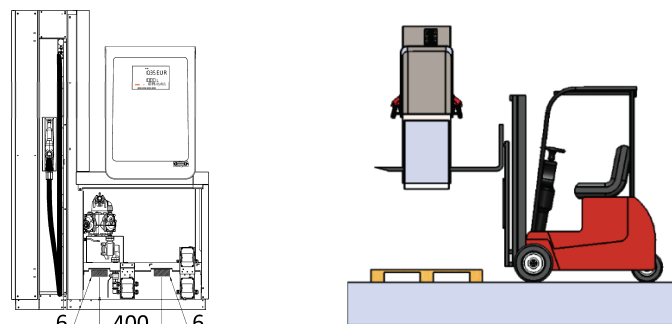

Figura 26 – Sollevamento dell'erogatore dal pallet di trasporto in legno
- Quando si installa l'erogatore in loco, rimuovere prima i coperchi dell'erogatore (sportelli) e allentare i bulloni di ancoraggio tra il pallet di legno e l'erogatore. Quindi sollevare il distributore dal pallet di legno e posizionarlo sul telaio di base preparato sul sito. Utilizzare i fori nell'erogatore per il sollevamento delle forche di carico da 100 x 40 mm – vedere Figura 26, posizione 6).